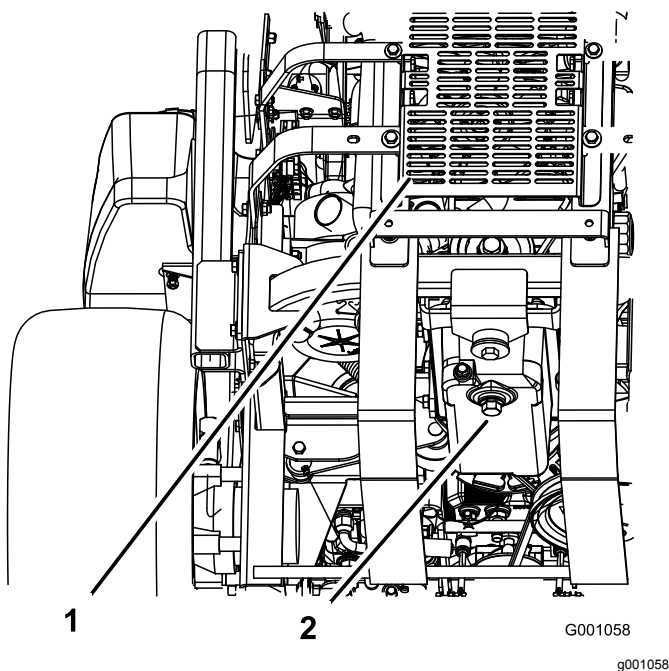

Figura 50
5. Coloque un recipiente debajo del orificio de drenaje de aceite. Retire el tapón de vaciado y deje que el aceite se drene completamente (Figura 50).